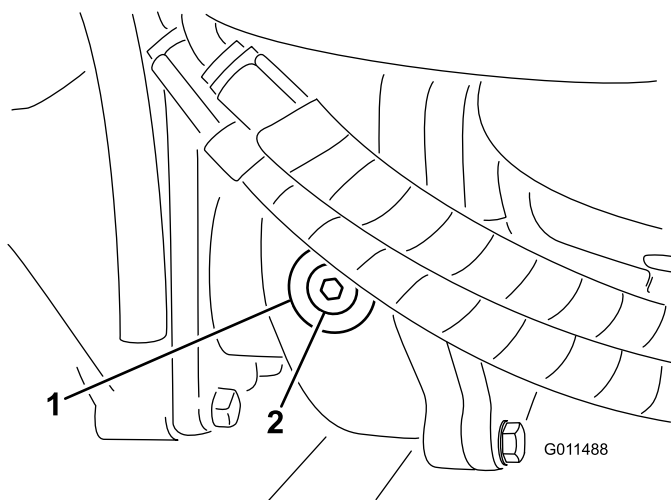

Figura 17
2. Togliete il tappo di controllo/riempimento dal lato sinistro del riduttore e verificate che il lubrificante raggiunga la base del foro (Figura 17).